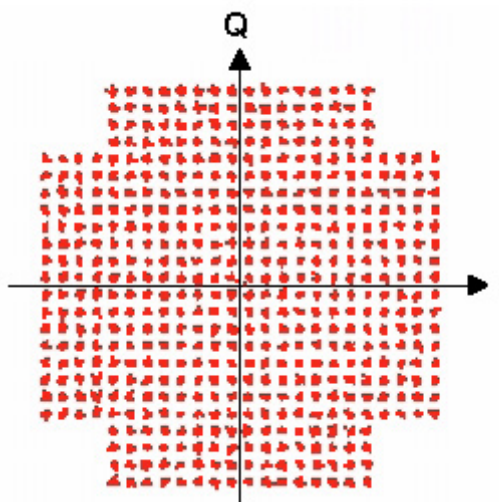

Figura 14 – As transições nunca passam pelo centro do diagrama
O diagrama em que representamos a posição de cada símbolo no gráfico intensidade (I), quadratura (Q) é denominado diagrama de constelação. Na figura 14 temos o modo de se representar a modulação 512-QAM.